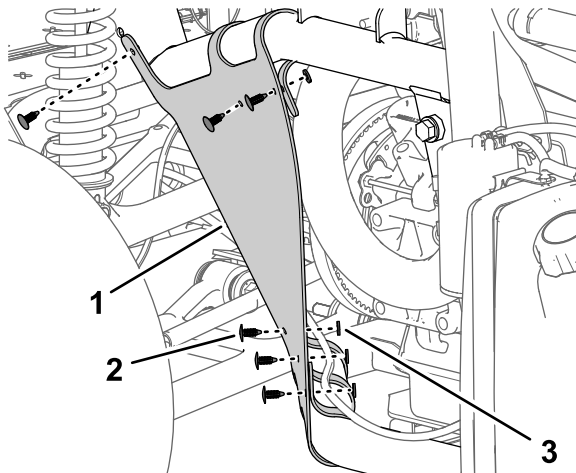

Bild 10
4. Entfernen Sie die sechs Eindrückbefestigungen und fünf Scheiben (9/16 x 1/2"), mit denen die innere Kotflügelhaube am Rahmen der Maschine befestigt ist (Bild 10).